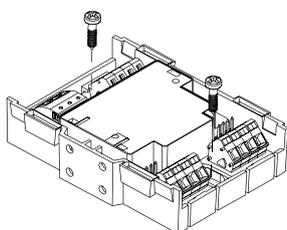

Рис. 3.4.1
- Монтаж непосредственно внутри распределительного щита или блока управления: монтируйте модуль на ровной поверхности (рис. 3.4.1).
2. Закрепите модуль двумя винтами (M4 X15) (Рис. 3.4.1). Расстояние между отверстиями: $63,5 \pm 1,0$ мм.